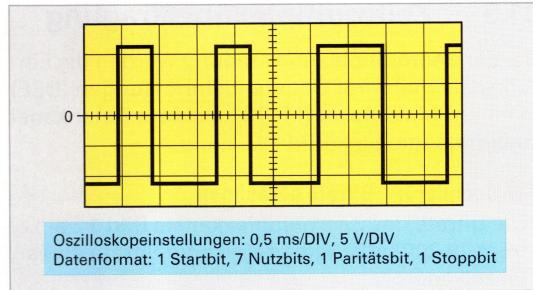

Bild 1: Datensignal an der Schnittstelle V.24
5. In der Datenübertragung werden Binärsignale häufig zur Verringerung der Leitungsdigitrate in mehrstufige Leitungssignale codiert. Das Binärsignal **Bild 1**, vorhergehende Seite, wird nach dem 4B/3T-Code umgesetzt und anschließend über eine Leitung übertragen. Berechnen Sie a) die Bitrate, b) die Digitrate des Ternärsignals, c) die Leitungsdigitrate. Hinweis: Bei der 4B/3T-Codierung werden jeweils vier Bits (4B) zu drei ternären Digits (3T) zusammengefasst.
7. Das erste Bit mit dem logischen Wert 0 in **Bild 1** ist ein Startbit. Hinweis: Auf den Datenleitern der Schnittstelle V.24 wird ein 0-Bit mit positiver und ein 1-Bit mit negativer Spannung übertragen. Berechnen Sie a) die Bitrate, b) die Leitungsdigitrate, c) die Zeichenrate. d) Ordnen Sie den logischen Werten 0 und 1 die entsprechenden Spannungswerte zu.
Bei der Zeitmultiplexübertragung werden die Einzelkanäle mehrerer Datenendeinrichtungen (DEE) in einem Multiplexer (MUX) zu einem Datenkanal zusammengefasst (**Bild 1**).
Die Bitrate des Zeitmultiplexkanals **Bild 1** beträgt 19 200 bit/s. Wie groß ist die Bitrate eines Einzelkanals?